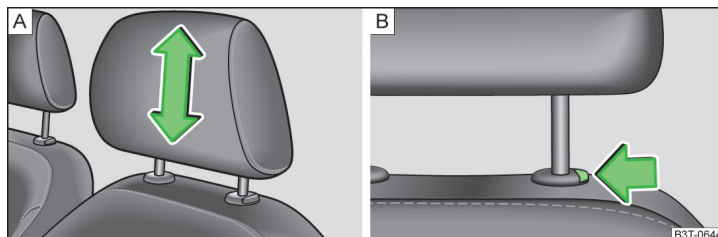

Abb. 69 Kopfstützen: einstellen / ausbauen
➤ Die Kopfstütze seitlich mit beiden Händen anfassen und diese je nach Wunsch nach oben schieben » Abb. 69 - **A**.
- › Möchte man die Kopfstütze nach unten verschieben, dann die Sicherungstaste » Abb. 69 - [B] mit einer Hand drücken und gedrückt halten, und mit der anderen Hand die Kopfstütze nach unten drücken.
- › Die Sicherungstaste in Pfeilrichtung drücken » Abb. 69 - [B] und die Kopfstütze herausziehen.